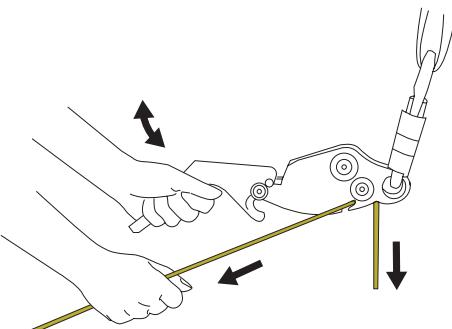

Fig. 7
- La velocidad del descenso se regula con una mano en el tirador y la otra sujetando la línea por debajo del dispositivo. Coja la línea con un ángulo que quede fuera de la ranura. Con el dispositivo de descenso boca abajo, el descenso se inicia tirando del tirador hacia arriba, Fig. 7, y se detiene cuando mueve el tirador hacia abajo o lo suelta. Aumenta o disminuye la fricción moviendo la línea hacia la parte estrecha de la ranura o alejándola como se muestra en la fig. 3B. Es importante mantener siempre una mano en la línea por debajo del dispositivo para tener un mejor control del descenso.